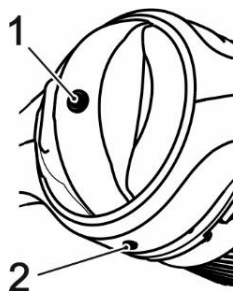

**Рис. 7.3 Пробки заднего моста**
2. Вывернуть пробку 1 (рис. 7.3) заливного отверстия.